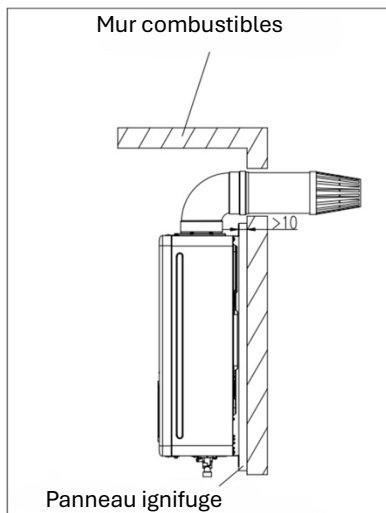

Fig. 8 (Unité : mm)
- Lorsque les matériaux des pièces d'installation sont combustibles ou inflammables, il convient d'utiliser un panneau ignifuge pour isoler, une plaque résistante à la chaleur et un espace mural supérieur à 10 mm, et la taille de la plaque chauffante doit être supérieure de 10 mm à celle de la coque du chauffe-eau. (Fig. 8)